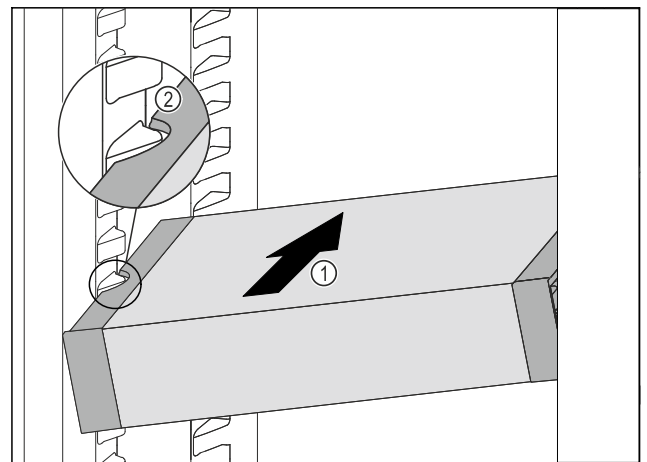

Fig. 98
- ▶ Inserire VarioSafe ad angolo nel vano frigorifero Fig. 98 (1), fino a quando le cavità laterali Fig. 98 (2) di VarioSafe non si trovano al livello della nervatura del contenitore nel vano frigorifero.